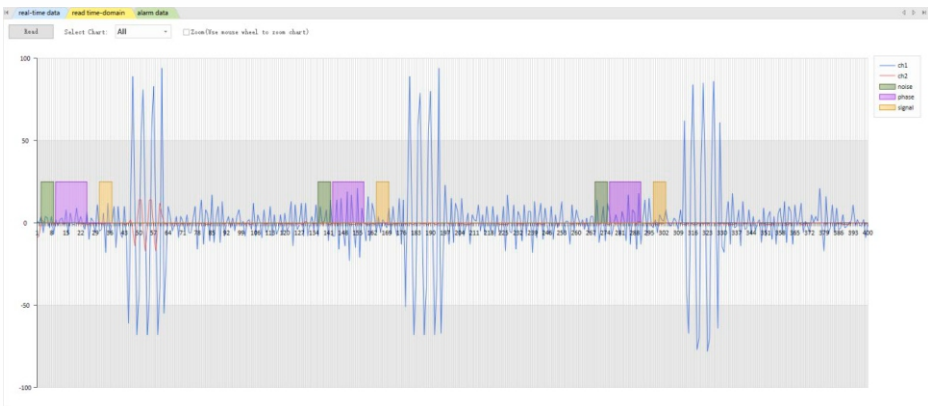

Рисунок 4-3
18. Считываемая временная область (read time-domain) отражает фазу сильных помех от другой системы АМ. Нажмите «Прочитать временной интервал/read time-domain», затем нажмите кнопку «Прочитать/Read» , отобразится форма волны данных во временной области (рис. 4-3). Таким образом, можно установить значение фазы АМ9000, чтобы избежать сильных помех и уменьшить вероятность ложных срабатываний, чтобы обеспечить стабильную работу системы. Есть 2 способа отрегулировать значение фазы. Первый способ — изменить значение фазы непосредственно в левой части программного обеспечения и нажать кнопку «Сохранить/Save»  для сохранения нового значения фазы. Второй способ — использовать компьютерную мышь для перемещения фиолетового столбца, чтобы и зеленый, и желтый столбцы не находились в зоне сильных помех. Затем нажмите кнопку «Сохранить/Save»  для сохранения нового значения фазы.